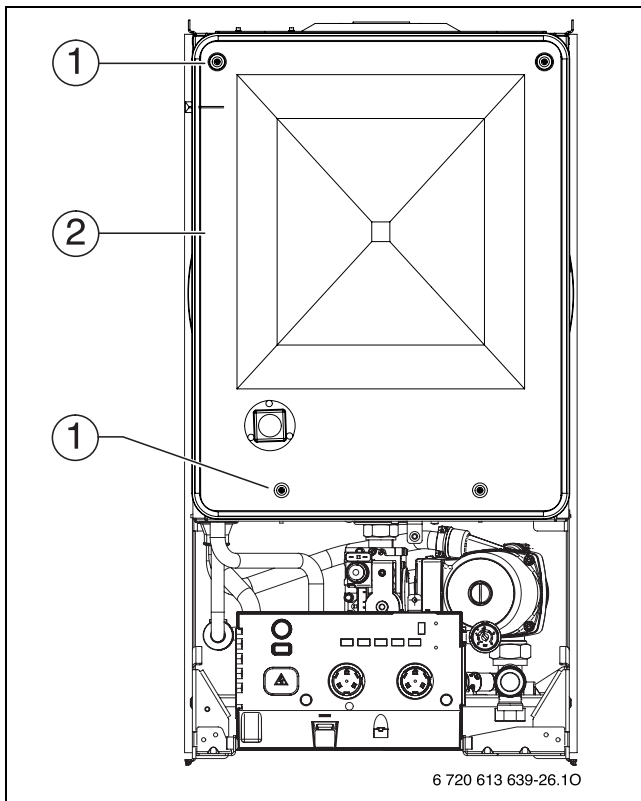

Fig. 36 Aprire la camera d'aria
- ▶ Svitare le quattro viti (1) e rimuovere il coperchio della camera stagna (2) (fig. 36).